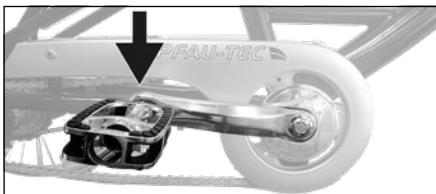

Abb.:53
- Zum Bremsen treten Sie den Pedaltrieb in die entgegengesetzte Fahrtrichtung (*siehe „Abb.:53“*).